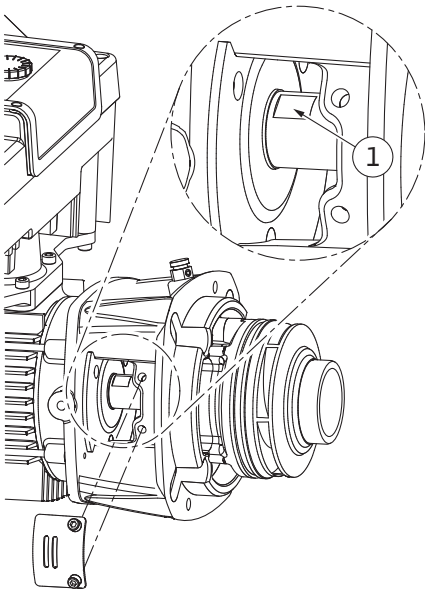

Fig. 105: Kulcsfelületek tengelyen
14. Vezessen egy franciakulcsot (kulcsszélesség: 22 mm) a közdarabablakba, és a kulcsfelületeknél fogva rögzítse a tengelyt (Fig. 105, 1. poz.). Csavarja ki a járókerék anyát (Fig. I, 22. poz.). A járókerék (Fig. I, 21. poz.) lehúzása a tengelyről automatikusan megtörténik.
3. Vezessen egy franciakulcsot (kulcsszélesség: 22 mm) a közdarabablakba, és a kulcsfelületeknél fogva rögzítse a tengelyt (Fig. 105, 1. poz.).
10. Vezessen egy franciakulcsot (kulcsszélesség: 32 mm) a közdarabablakba (Fig. IV, 38. poz.), és a kulcsfelületeknél fogva rögzítse a tengelyt (Fig. 105, 1. poz.). Szerelje fel a járókereket az alátéttel (alátétekkel) és az anyával. Húzza meg az anyát. Vigyázzon, ne-hogy a csúszógyűrűs tömítés elakadás miatt megsérüljön.